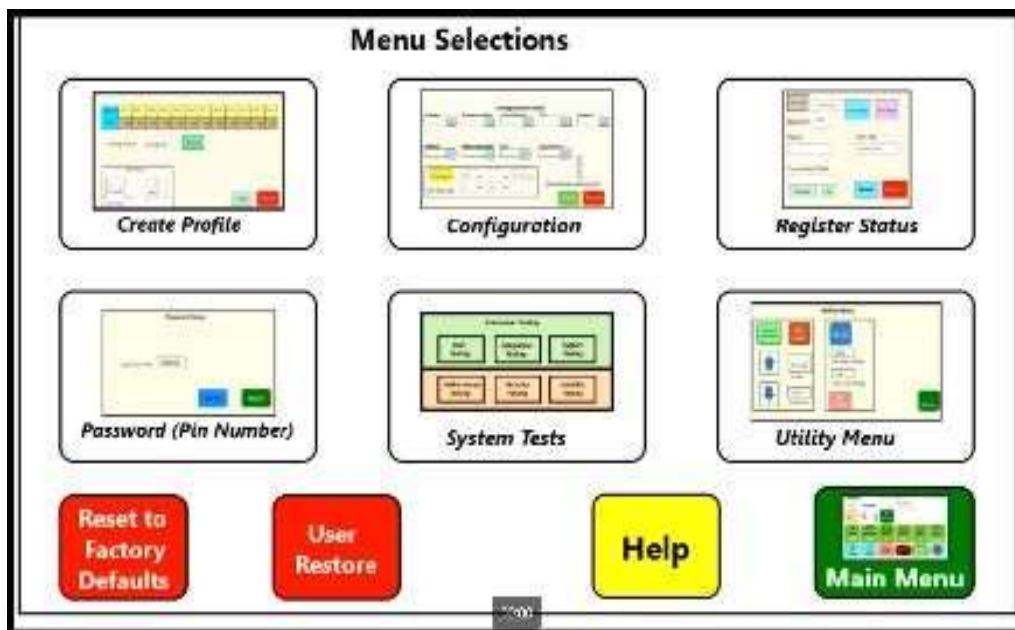

図 85
- 2 パスワード（Pin Number：ピン番号）にタッチします（図 85）。
- 11 (Done : 完了) を押します (図 85)。
- 12 メイン メニュー ボタンを押します (図 85)。
- 2 パスワード (Pin Number : ピン番号) にタッチします (図 85)。
- 9 メインメニュー ボタンを押します (図 85)。